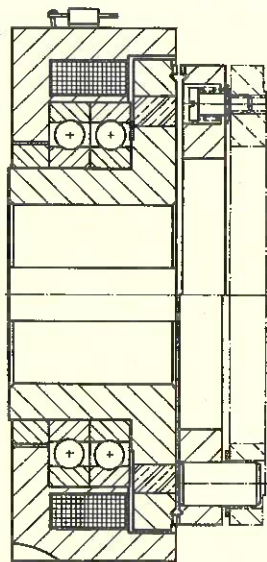
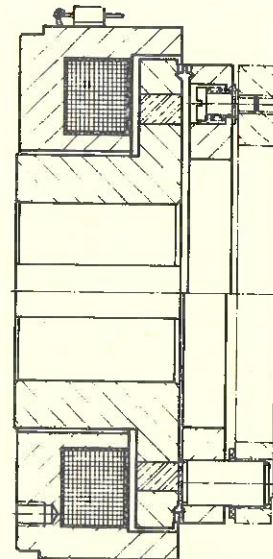

Abb. 1
Abb. 2
3. In eingebautem Zustand ist der Rundlauf des Schleifringes und der Planschlag des Ringmagneten zahnsseitig zu prüfen. Jeweils zulässiger Fehler: 0,02 bzw. 0,03 mm (siehe Bild 1).
a) Schaltung mit Gegenstrom (siehe Bild 2)
- ① Transformator mit zwei getrennten Sekundärwicklungen
- ② Gleichrichter für Erregerstrom
- ③ Gleichrichter für Gegenstrom
- ④ Einweggleichrichter
- ⑤ Schiebewiderstand, stufenlos regulierbar, zum Einstellen des Gegenstromes
- ⑥ Löschwiderstand (verringert die Induktionsspannung beim Abschalten)
- ⑦ Kupplung
- ⑧ Sicherung
- ⑨ Schalter
Das was die schleifringlose Magnet-Zahnkupplung von derjenigen mit Schleifringen im wesentlichen unterscheidet, ist der stillstehende Spulenkörper, der dadurch bedingt entweder eine Lagerung innerhalb des Magnetkörpers (Abb. 1) oder eine Befestigung am Gehäuse erhält (Abb. 2). Der Spulenkörper trägt eine zweipolige Anschlußklemme für den Anschluß des Stromzuführungskabels und enthält in der gelagerten Ausführung, Nuten zur Sicherung gegen Verdrehen. Obwohl das Magnetfeld sich hierbei im Gegensatz zur Schleifringkupplung über zwei Luftspalte schließt, bestehen Funktionsunterschiede zwischen beiden Kupplungsarten im Grunde genommen nicht. Übereinstimmen auch die Anschlußmaße, so daß dadurch auch der normale Mitnahmering erhalten bleibt. Bei gleichen Anschlußmaßen der Nabenbohrung und des Ankers bzw. des Mitnahmeringes baut die schleifringlose Kupplung lediglich breiter und im Außendurchmesser etwas größer.
Bei schleifringlosen Magnet-Zahnkupplungen gibt es, wie bereits angedeutet, verschiedene Ausführungsformen, und zwar solche, deren Spulenkörper im Gehäuse zu zentrieren und zu befestigen sind (Abb. 2) sowie solche, die einen wälzgelagerten Spulenkörper aufweisen (Abb. 1). Letztere unterscheiden sich wieder in für Trockenlauf und für Öllauf bestimmte Kupplungen. Während trockenlaufende Kupplungen eine Fettfüllung erhalten, die normalerweise keiner Nachschmierung bedarf, sind in unter Schmieröl arbeitenden Kupplungen entsprechende Bohrungen eingearbeitet, durch denen das Öl zu und austreten kann. Diese Ölbohrungen sind freizuhalten, wenn die Schmierung gewährleistet sein soll. Empfehlenswert ist es sogar, den angrenzenden Maschinenteilen eine den Öldurchsatz fördernde Ausbildung zu geben.